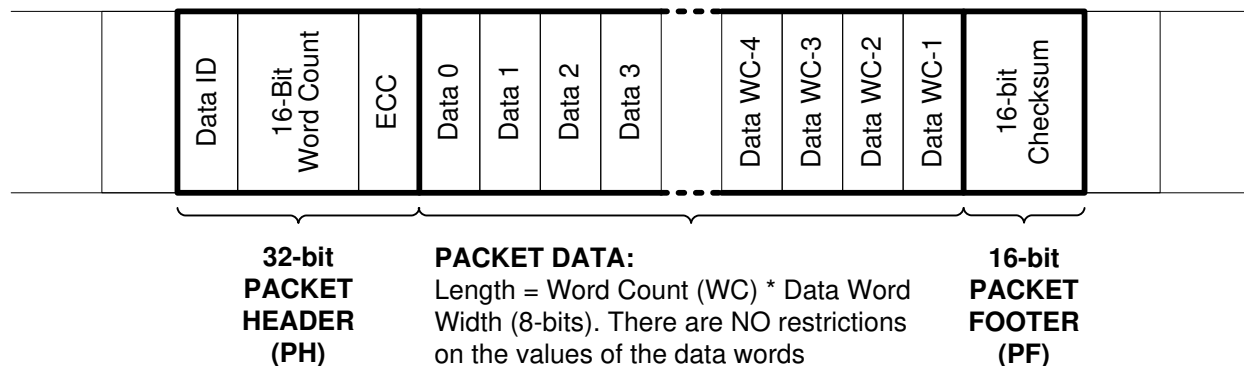

図 6-3. CSI-2 ロング パケットの構造
ロング パケットは、32 ビットのパケット ヘッダー (PH)、ワード数可変 (8 ビットデータワード) のアプリケーション固有のデータ ペイロード、16 ビットのパケット フッター (PF) という 3 つの要素で構成されています。パケット ヘッダはさらに、8 ビットのデータ識別子、16 ビットのワード数フィールド、8 ビットの ECC の 3 つの要素で構成されています。パケットフッターは、16 ビットチェックサムという 1 つの要素だけです。図 6-3 に、ロング パケットの構造を示します。